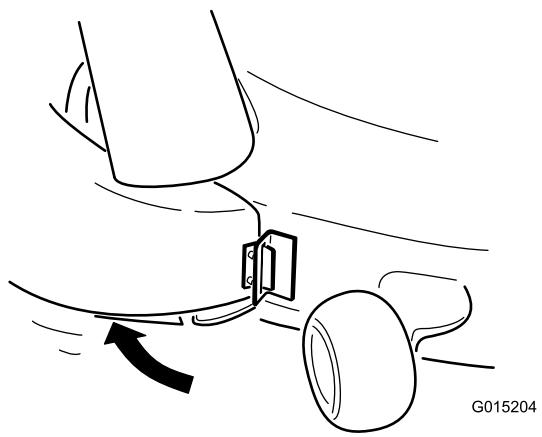

図 15
4. シートの上部分のフック形のラッチを、デフレクターアセンブリのピボットロッドに取り付ける図 16 と図 15。